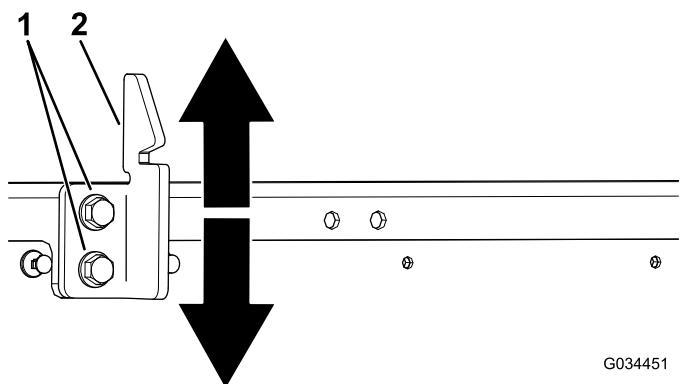

Figure 53
3. Desserrez les 2 boulons sur la gâche du loquet et montez ou descendez la gâche selon qu'elle est trop haute ou trop basse (Figure 53).
4. Serrez les 2 boulons sur la gâche du loquet du plateau (Figure 53).